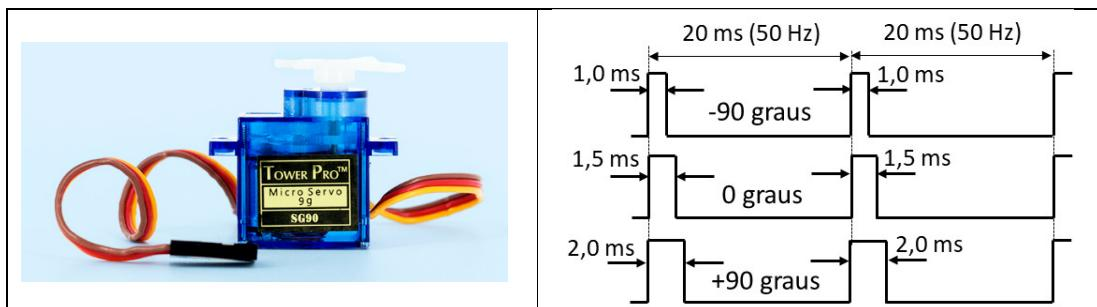

Figura 7.45. Foto do servo motor SG90 e, segundo o manual, a correspondência entre o ângulo e o ciclo de carga do PWM com período de 20 ms.
**ER 7.11.** Provavelmente o leitor já ouviu falar de servo motor, que é um dispositivo eletromecânico cujo movimento (rotação) pode ser comandado. Ele possui um laço de controle em malha fechada e por isso garante a permanência na posição comandada pelo usuário. Na sua forma mais simples, é um motor que permite o controle da posição angular de seu eixo. O mais comum é a informação da posição angular codificada em tensão ou em ciclo de carga de um PWM. No caso, vamos usar o SG90 da Tower Pro que trabalha com PWM, como mostrado na Figura 7.45.
**Solução:** Antes de iniciar a solução, é preciso informar que o servo motor usado nesta solução, apesar de trazer o rótulo “SG90” não seguiu o que está especificado em seu manual (Figura 7.45). Não sabemos se é uma outra versão do servo ou se é uma contrafação, mas o fato é que ele obedeceu à temporização mostrada na figura abaixo, que foi levantada experimentalmente.